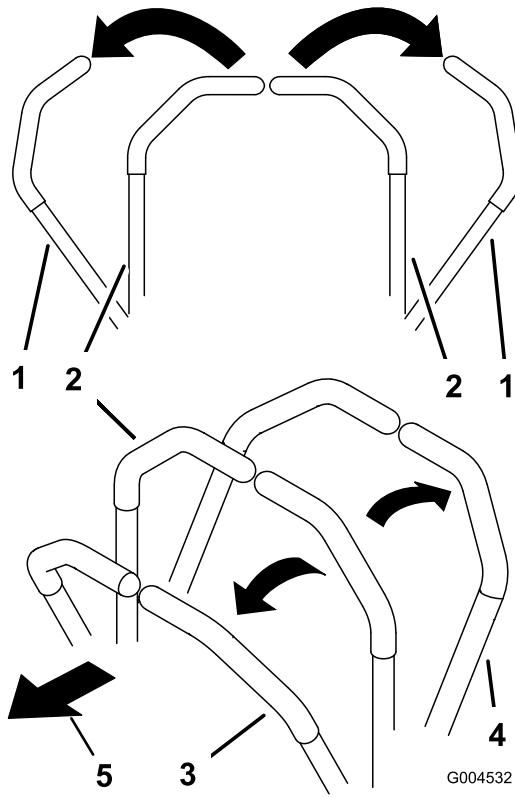

Figura 21
1. Mueva las palancas de control a la posición de bloqueo/punto muerto (Figura 21).